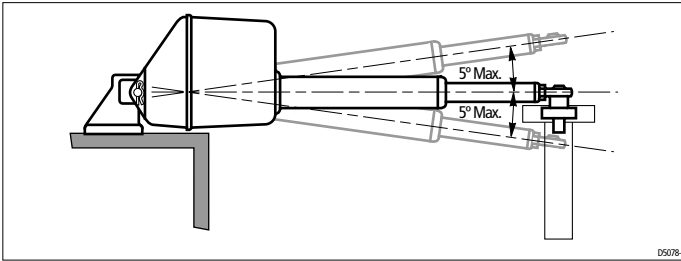

Abb. 5: Ausrichtung von Schubstange und Hilfspinne (Drehungsebene)
- Die Schubstange muss exakt in der gleichen Drehebene wie die Hilfspinne / der Quadrant liegen. Das Kugelgelenk am Schubstangenendstück erlaubt eine Anpassung der Drehebene von maximal 5 Grad (siehe Abbildung 5).
- die Winkelbewegung im Kugelgelenk weniger als 5 Grad beträgt (siehe Abbildung 5). Bei Überschreitung der 5 Grad liegt der Antrieb auf der Hilfspinne / dem Quadranten auf und das Kugelgelenk wird verbogen.